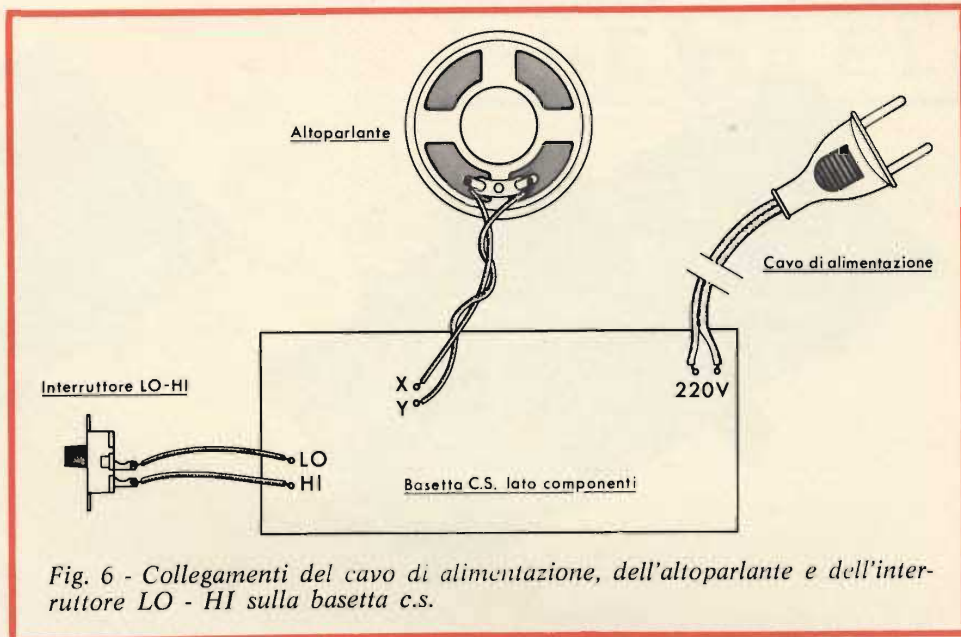

Fig. 6 - Collegamenti del cavo di alimentazione, dell'altoparlante e dell'interruttore LO - HI sulla basetta c.s.
- Inserire e saldare i due pin relativi al cordone di alimentazione contrassegnati in serigrafia 220 Va.c. - fig. 6.